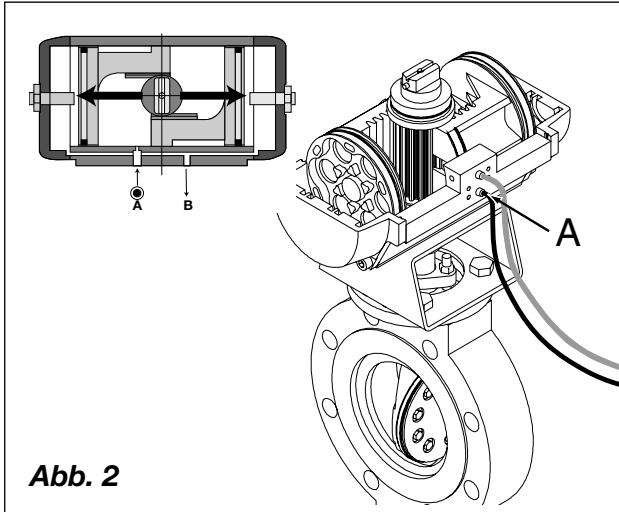

Abb. 2
- nach den Schemata Abb. 2 bis 5 erfolgen.